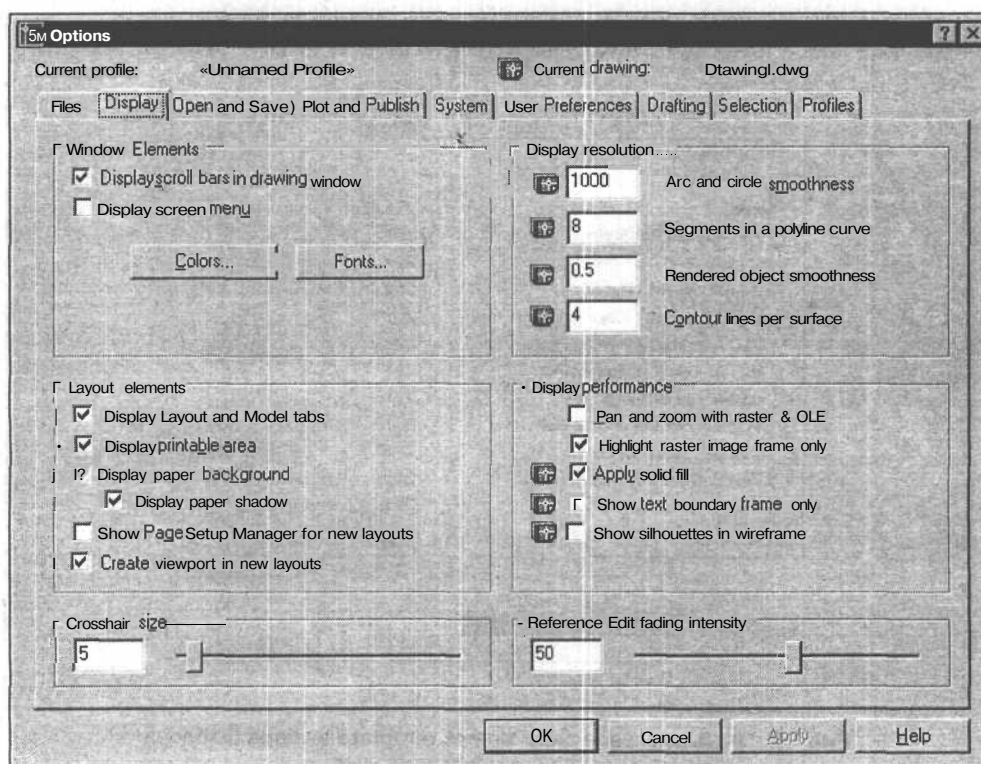
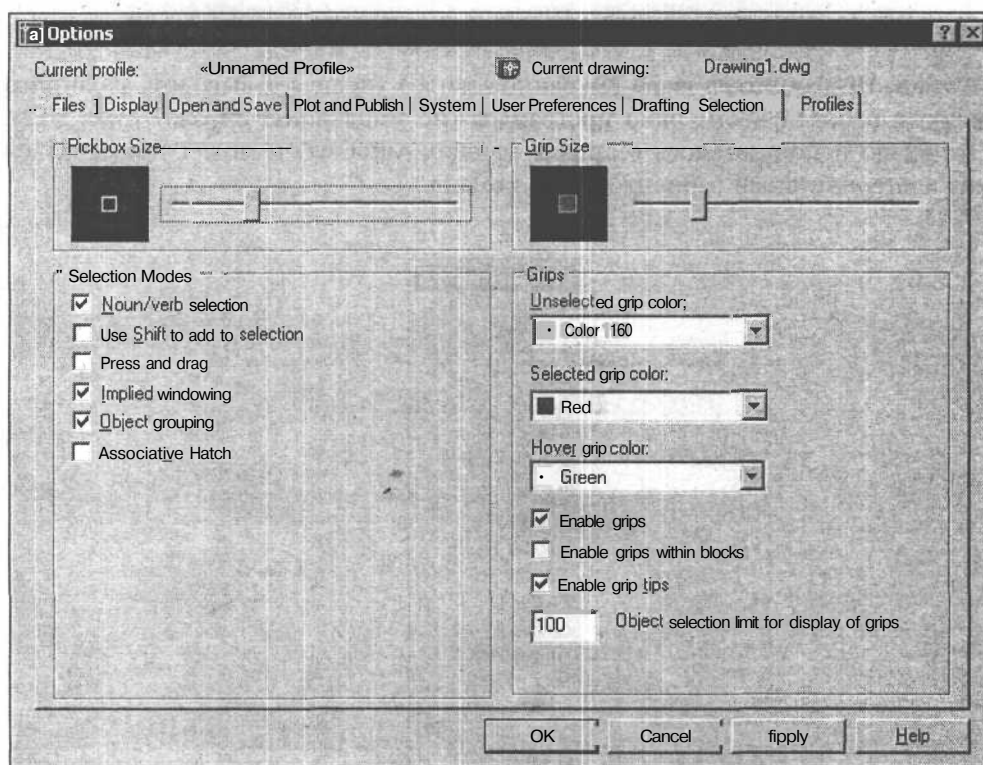

Рис. 2.11. Вкладка **Display** диалогового окна **Options**
Рис. 2.13. Настройка размера прямоугольного прицела
Внешний вид графического окна интерфейса программы при работе в пространстве листа и в пространстве модели можно настроить на вкладке **Display** (Экран) (рис. 2.11) диалогового окна **Options** (Настройка), которое вызывается из меню командой **Tools | Options** (Сервис | Настройка). Вкладка имеет шесть панелей, из которых рассмотрим только верхнюю — **Window Elements** (Элементы окна) и нижнюю — **Crosshair size** (Размер перекрестия) панели в левой части окна.
В рабочей части диалогового окна программы выводится прицел курсора в виде прямоугольника с двумя пересекающимися линиями. Размер этих линий в процентах относительно размеров окна изменяется перемещением движка на панели **Crosshair size** (Размер перекрестья) (см. рис. 2.11). В месте пересечения линий курсора находится прямоугольный прицел, размер которого настраивается на вкладке **Selection** (Выбор) диалогового окна **Options** (Настройка) (рис. 2.13).
2. В появившемся диалоговом окне выберите вкладку **Display** (Экран) (см. рис. 2.11).